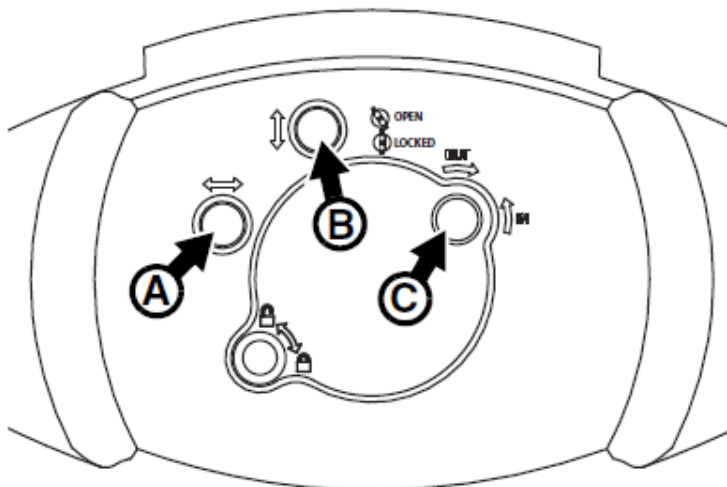

Рисунок 11: Регулировка лампы
4. См. Рисунок 11. Повернуть три винта регулировки лампы под звездообразный ключ 20 — **A**, **B** и **C**, чтобы добиться максимально равномерного светового луча.